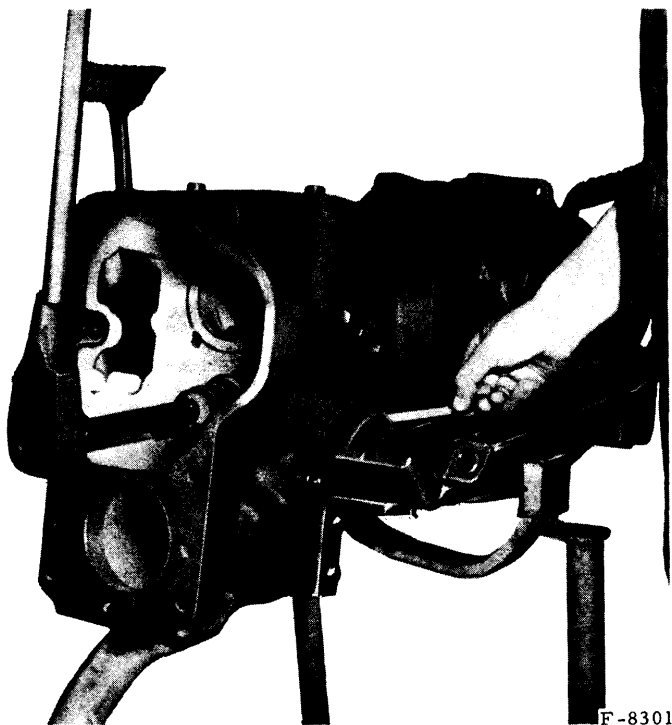

Fig. 17. — Calage du pignon intermédiaire à l'aide d'une broche.
- Calez l'axe du pignon intermédiaire de prise de force indépendante à l'aide d'une broche (fig. 17).